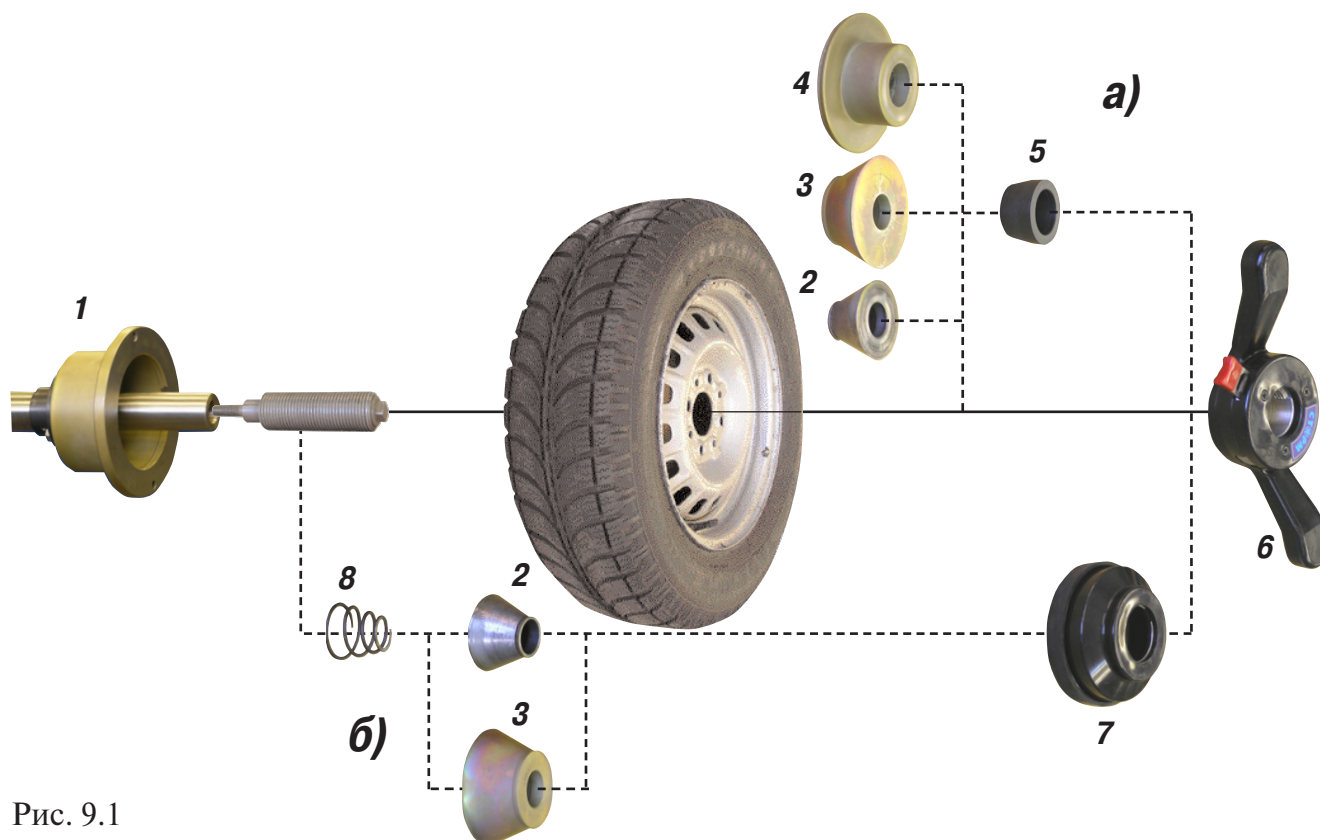

Рис. 9.1
9.2. Балансируемое колесо закрепляется на валу МБ за центральное отверстие обода с помощью конусов и быстросъемной гайки с раздвижными резьбовыми сухарями. В зависимости от конфигурации обода конус может быть установлен как с внешней стороны обода (вариант «а»), так и с внутренней (вариант «б») (см.рис. 9.1)